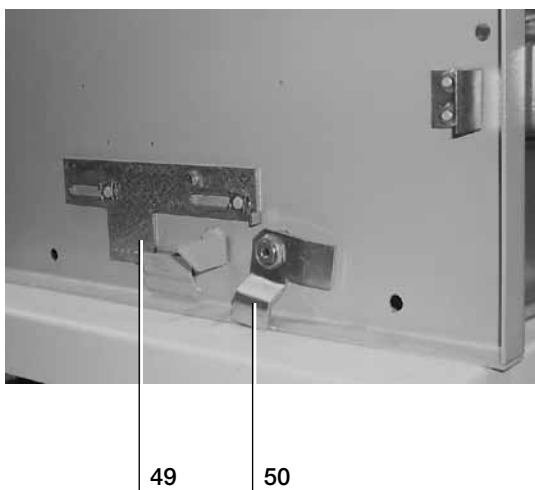

Fig.11e
- door locking bolt (50) (fig. 11e);
- pin plate for releasing the door closing bolt (49) (fig. 11e);